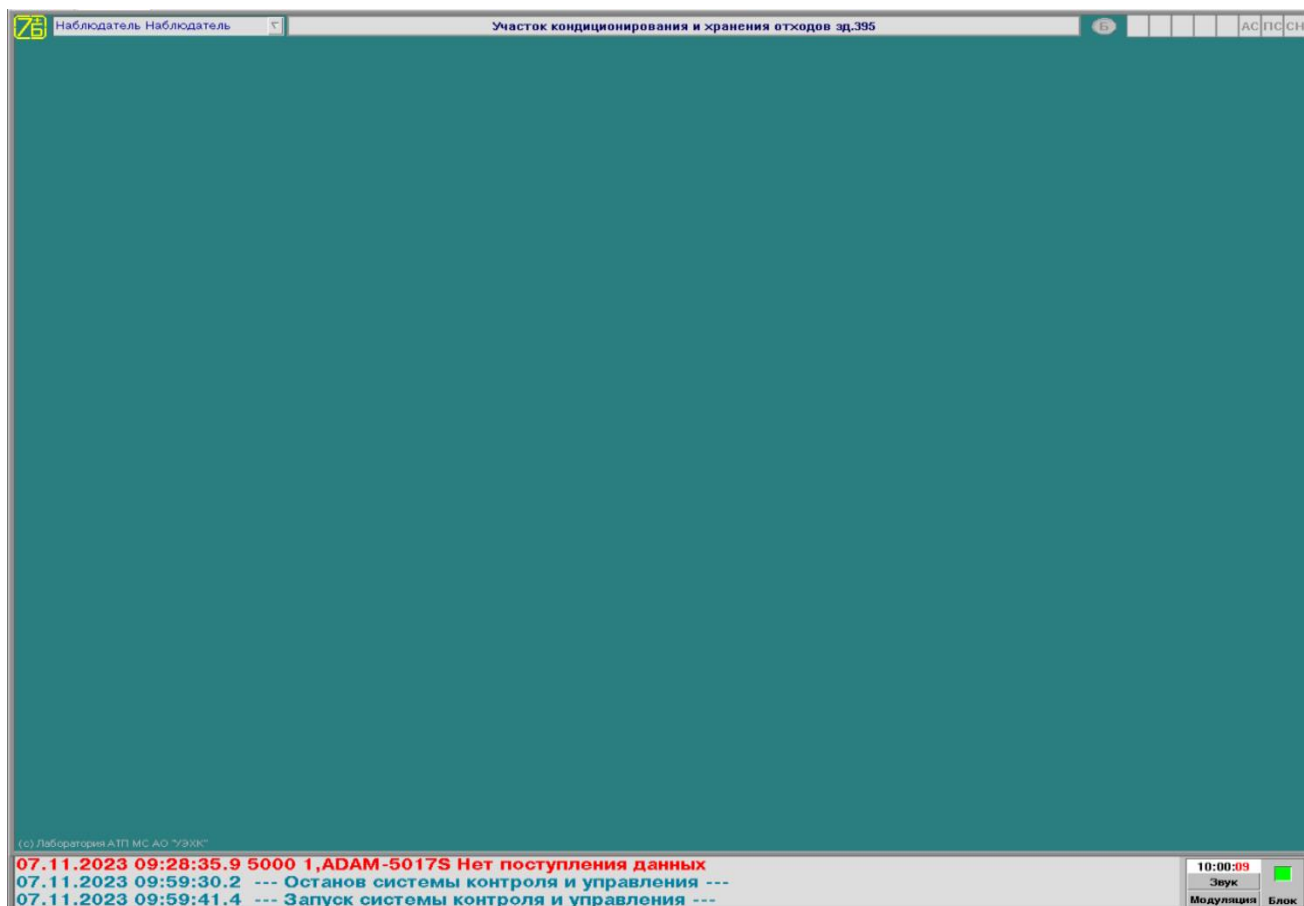

Рисунок 1 - Исходное окно системы
7.2.1 В исходном (базовом) окне системы (см. рис. 1) отображается имя текущего (действующего) пользователя (например, «Наблюдатель»), название системы, символ состояния «будильника» и панель обобщенных (по АСУТП в целом) сигналов.